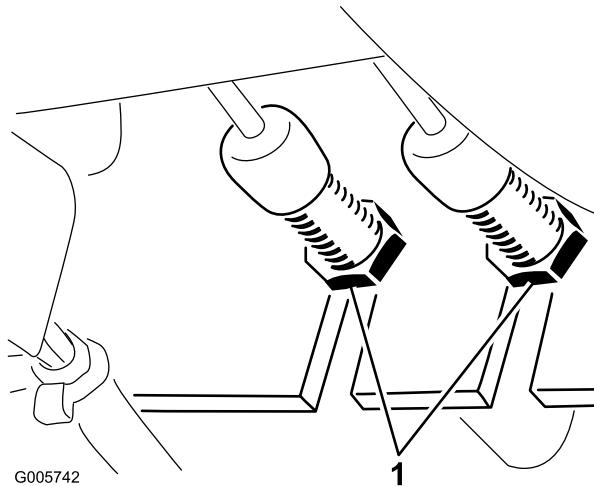

Figure 62
1. Pour réduire la garde aux pédales de freins directionnels (c.-à-d. pour serrer les freins), desserrez l'écrou avant sur l'extrémité filetée du câble de frein (Figure 62) Serrez ensuite l'écrou arrière pour déplacer le câble en arrière jusqu'à obtention d'une garde de 13 à 25 mm. Resserrez l'écrou avant lorsque les freins sont réglés correctement.